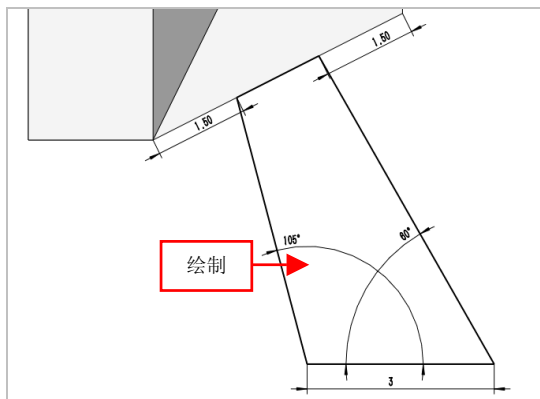

图 16-58 绘制草图对象
(1) 单击【拉伸凸台/基体】按钮，选取右视基准面为草图绘制面，进入草图绘制环境，单击相应按钮，绘制草图对象，如图 16-58 所示。